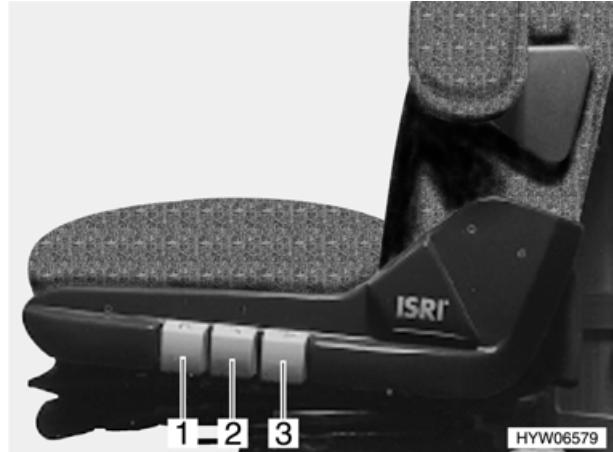

Fig. 40 Sedile del bar
- Tirare la maniglia (Fig. 40,1). Il sedile può essere regolato in altezza.
- Tirare la maniglia (Fig. 40,2). È possibile ruotare il sedile.
- Tirare la maniglia (Fig. 40,3). È possibile regolare l'inclinazione dello schienale.